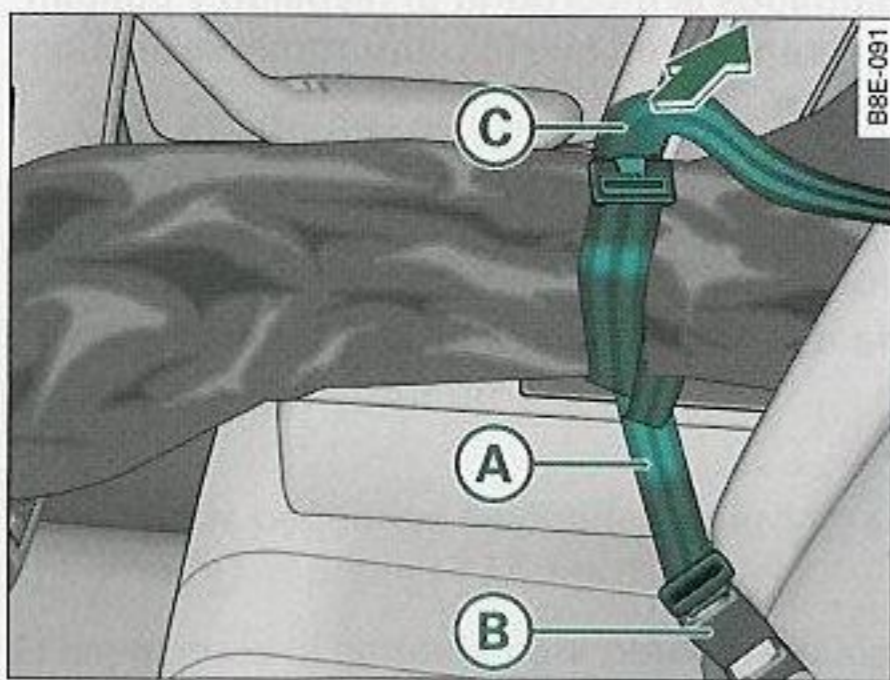

Fig. 108 Modo de asegurar el saco para objetos alargados en el cierre del cinturón de seguridad central del asiento trasero
- Introduzca el cinturón de seguridad (A) ⇒ fig. 108 del saco en el cierre del cinturón central (B).
- Tense el cinturón por su extremo libre (C).